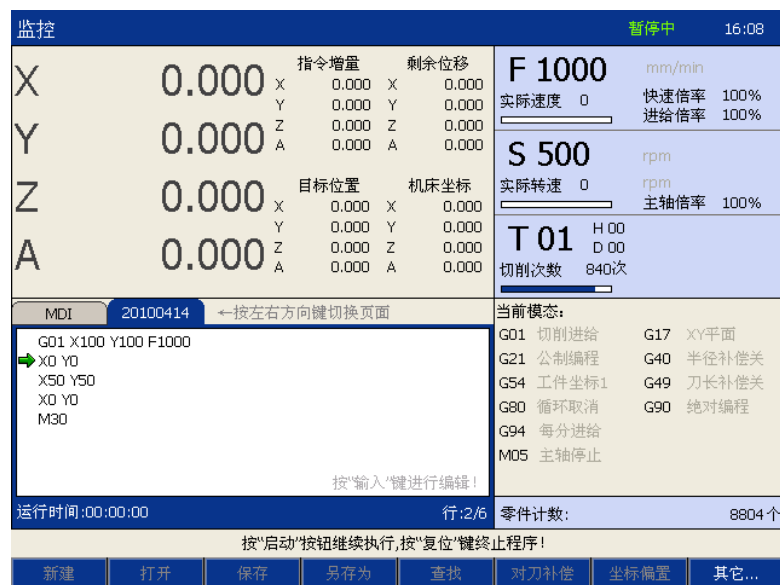

图 4-12
- 5) 按“扫描”按钮，‘绿色’程序指针定位到断点所在的程序段，如图 4-12 所示。